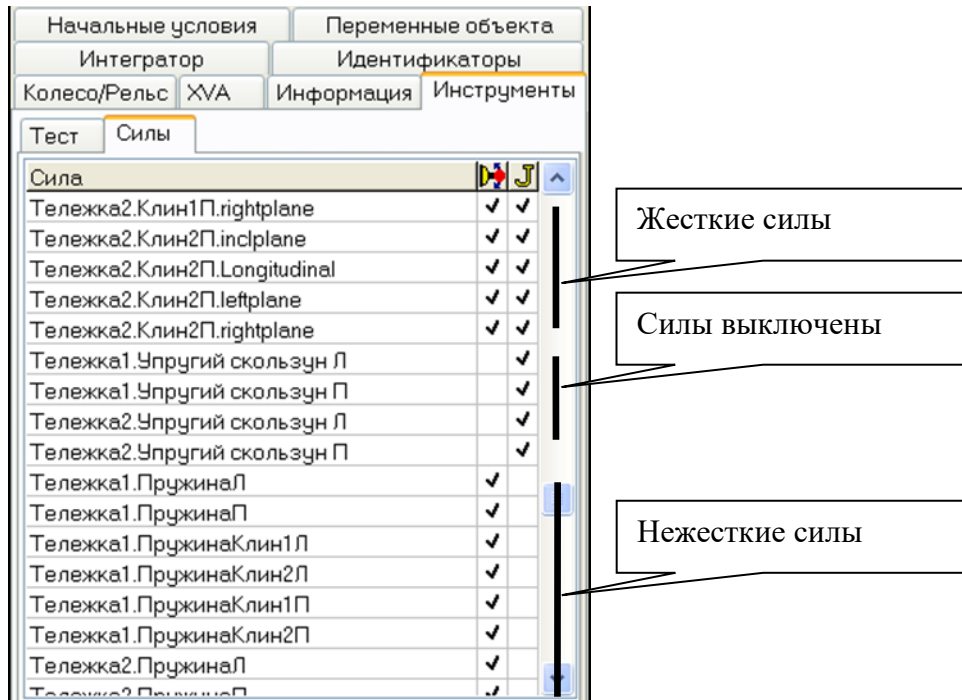

Рис. 4.93. Включение/выключение расчета матриц Якоби отдельных силовых элементов
- выключить расчет матриц Якоби нежестких сил на вкладке инспектора **Инструменты | Силы** (как правило – это пружины, гасители колебания и пр., рис. 4.93).